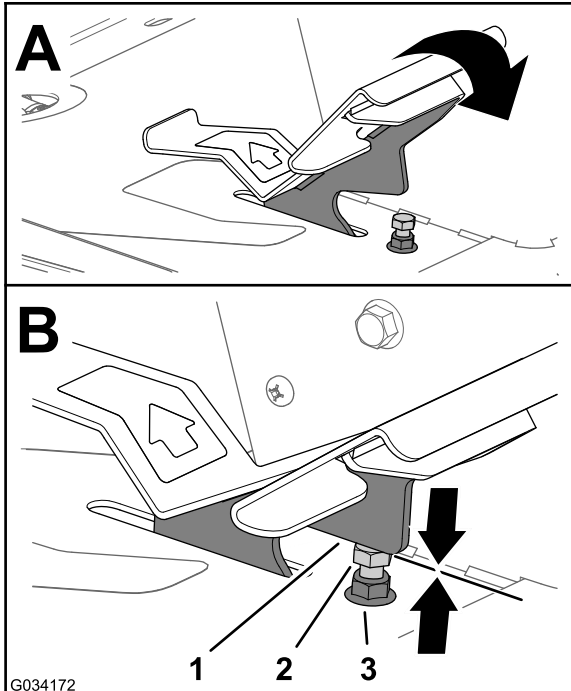
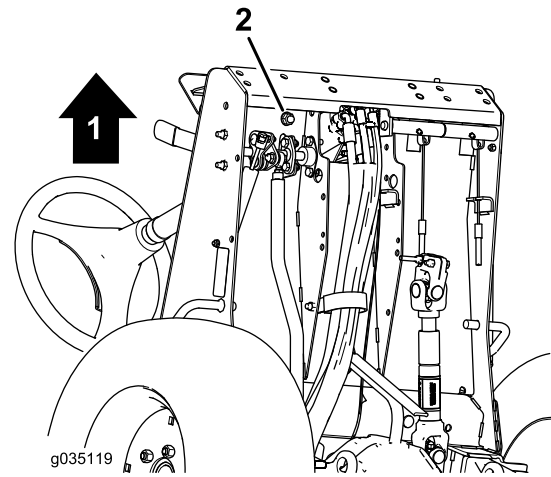

Bild 77
Bild 78
1. Drücken Sie das Fahrpedal ganz durch (Bild 77).
- A. Halten Sie den Fahrpedalanschlag (Bild 77) mit einem Schraubenschlüssel fest.
- B. Lösen Sie die Klemmmutter an der Unterseite der Fußauflageplatte (Bild 78).
- C. Bewegen Sie das Fahrpedal in die Vollgas-Stellung (Bild 77).
- D. Den Fahrpedalanschlag festhalten, die Klemmmutter oberhalb der Fußauflageplatte (Bild 77) einstellen, bis das Fahrpedal den Anschlag berührt.
- F. Den Fahrpedalanschlag festhalten, die Klemmmutter unterhalb der Fußauflageplatte (Bild 77 und Bild 78) auf ein Drehmoment von 37 bis 45 Nm einstellen.